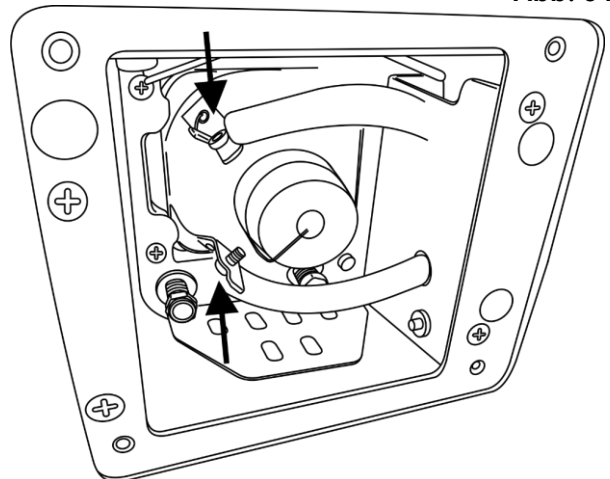

Abb. 06
- 05) Lösen Sie die Schrauben und entnehmen Sie die Lampe (Abb. 06).
- 07) Setzen Sie die neue Lampe ein und ziehen Sie die Schrauben fest (Abb. 06).